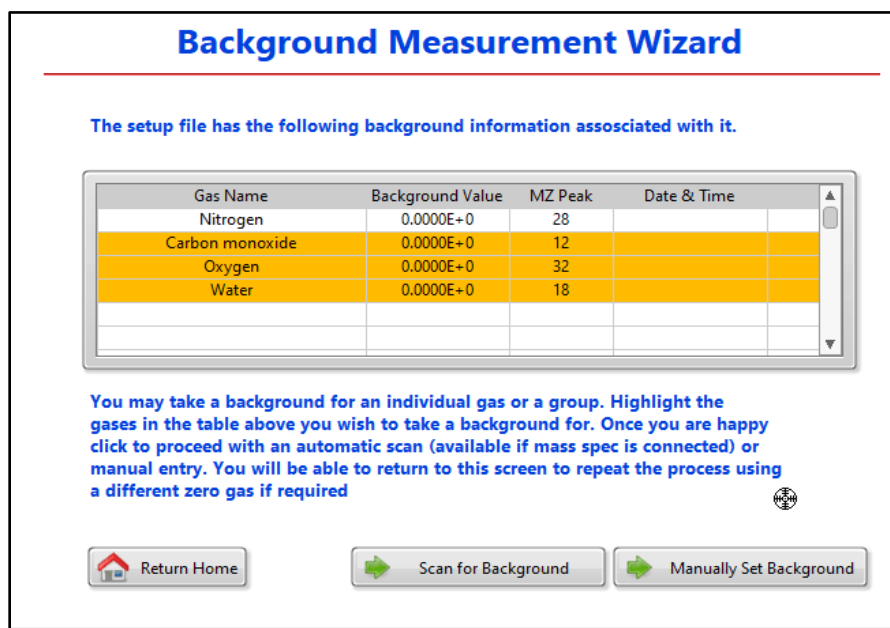

Fig. 16. Vista de la configuración para realizar una medición de fondo (*background*).
Antes de realizar un análisis cuantificable es necesario tomar un *background*, por lo cual se deberá conectar un gas cero al sistema de análisis de gases y medir las especies a ser analizadas. En seguida, el software QGA deduce estos valores de los valores medidos durante el análisis. No obstante, para un análisis preciso de trazas de bajo nivel, puede ser necesario conectar el gas cero durante varias horas antes de realizar el *background*. Para iniciar la colección de un *background*, el usuario deberá salvar el archivo y posteriormente dar clic en el botón **background** (Fig. 16). Automáticamente se abrirá una ventana en la que se deberán seleccionar los gases de análisis exceptuando el gas de fondo, que usualmente se trata de un gas acarreador. En esta pantalla se tienen 3 comandos: *Return Home*, *Scan for Background* y *Manually Set Background*.
5. El usuario tendrá la opción de dar clic en el botón **Repeat Process**, lo que permitirá abrir nuevamente el asistente de medición del background como se observa en la Fig. 16.
- 1 En el asistente para medir el *background*, seleccionar el gas o los gases que se incluirán en la medición y posteriormente seleccionar la opción **Manually Set Background** (Fig. 16).
- 6 Dar clic en el botón **Finished**, con lo cual se volverá a la ventana de **Analysis Setup** o bien, seleccionar **Repeat Process**, con lo cual se mostrará nuevamente la ventana **Background Measurement Wizard** como se muestra en la Fig. 16.